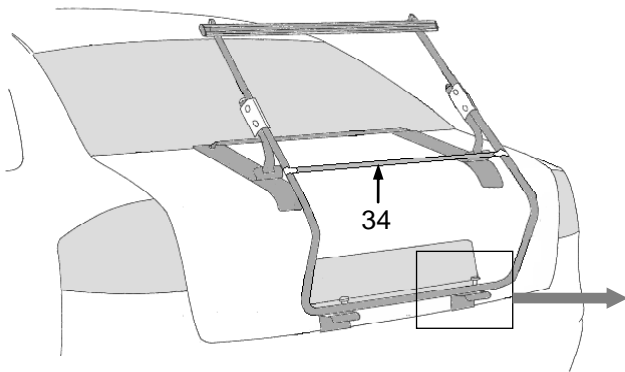

Abb. 10.1.
10. Befestigen Sie die Gummiformteile (30) an den unteren Montageelementen Siehe Abb. A. Bei einigen Montageelementen wurden bereits werkseitig Lackschutzfolien eingeklebt Siehe Abb. B, die keinesfalls entfernt werden dürfen (die Form kann von den abgebildeten Winkeln abweichen). Hängen Sie die Elemente in die leicht geöffnete Heckklappe ein siehe Abb. 10.1, bzw. schieben Sie die obere Platte hinter das Kennzeichen siehe Abb. 10.2. Richten Sie die unteren Montageelemente (26) so aus, daß die Vierkantstanzungen der unteren Montageelemente genau unter den Bohrungen des Trägerrohres liegen.
11. Verbinden Sie die unteren Montageelemente (26) mit dem Trägergestell (1). Hierzu ziehen Sie das Trägergestell herunter und zu sich heran, bis sich die Bohrung im Trägerrohr genau in der Flucht der Vierkantstanzung der unteren Montageelemente befindet. Führen Sie nun die Spanschrauben (29) durch die Öffnungen von Montageelementen und Trägerrohr (Achten Sie darauf, daß der Vierkant der Schraube richtig in der Stanzung des Montageelements sitzt). Drehen Sie nun die Rändelmutter (23) so weit an, bis das Trägerrohr auf den unteren Montageelementen (26) aufliegt. Hierdurch wird der Träger verspannt und erhält seine Stabilität. Jetzt werden die Muttern (12) an den Klemmbacken (9) fest angezogen. Die Muttern dürfen bis max. 11 Nm angezogen werden.